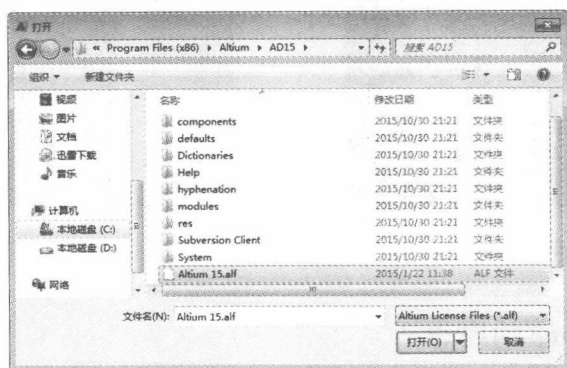

图 1-10 “打开”对话框
3) 单击“Add standalone license file”链接，弹出“打开”对话框，选择指定授权文件，如图 1-10 所示。